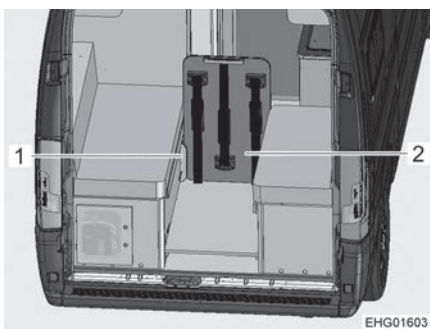

Fig. 51 Mesa plegable, asegurada en las guías de sujeción
- Encajar la mesa plegable (Fig. 51,2) en las guías de sujeción (Fig. 51,1). Las guías de sujeción están instaladas en los bancos. En esta posición, la mesa plegable también sirve como separador del compartimento de carga.